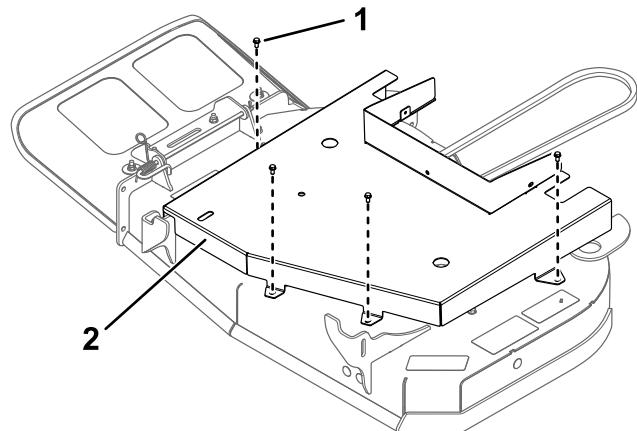

図 26
4. デッキガードを固定しているボルト4本を外してガードを外す図 26。